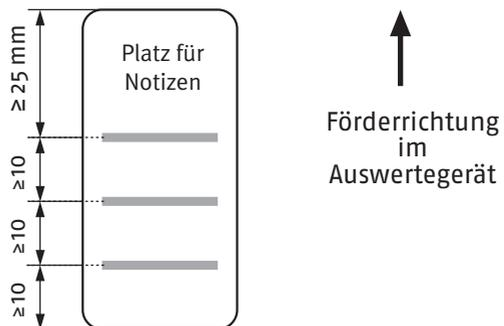

Bild 2b: Anordnung der Abdrücke auf dem Messstreifen
- bezüglich der Anordnung der Abdrücke auf dem Messstreifen sind die Maße entsprechend Bild 2b zu beachten